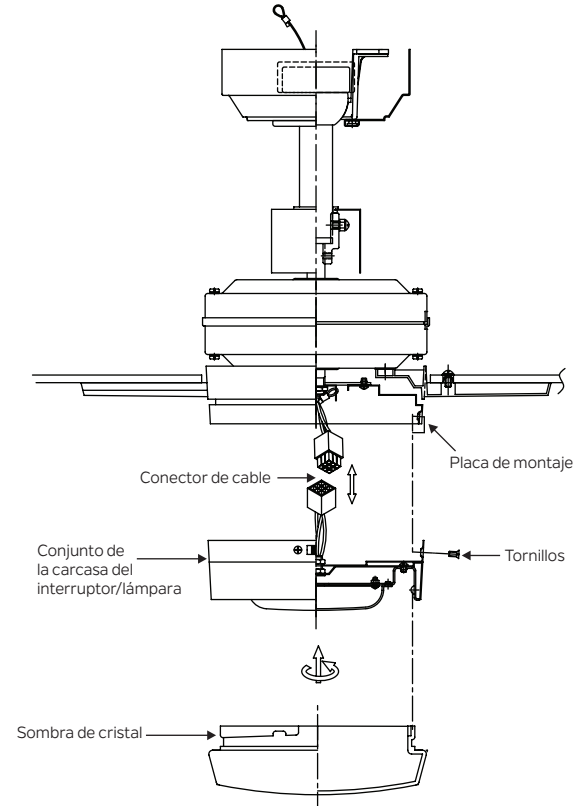

Fig. 18
Paso 1. Mientras sostiene el conjunto de la carcasa del interruptor/lámpara debajo del ventilador de techo, empuje los conectores de alambre cuadrado juntos. Uno del ventilador y otro de la carcasa del interruptor. (Fig. 18)
Fije el conjunto de la carcasa del interruptor/lámpara a la placa de montaje con los tres tornillos suministrados. Asegúrese de que cada tornillo esté apretado. (Fig. 18)